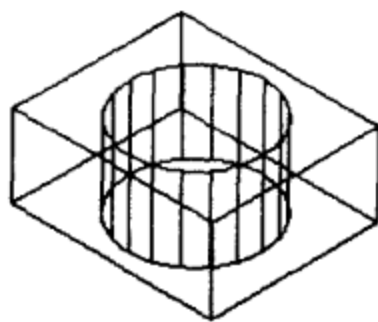

图 7-19 有孔实体
例 7-6 将图 7-19 所示实体改为半剖实体。
指定圆柱体高度或[另一个圆心 (C)]: 50✓ 回车完成圆柱体的创建, 如图 7-19 所示。
(3) 单击【实体编辑】工具条【差集】命令按钮, 执行差集运算命令, 命令行提示: